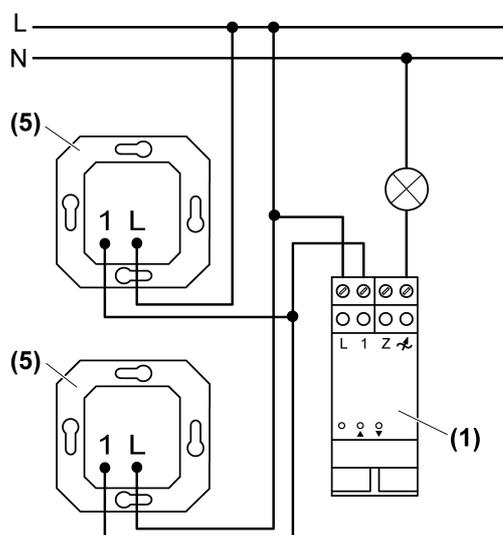

Figura 2: Schema di collegamento
- Montare variatore di luce (1) su guida.
- Collegare il variatore di luce (1) e i regolatori esterni locali (5) come da schema di collegamento (figura 2).